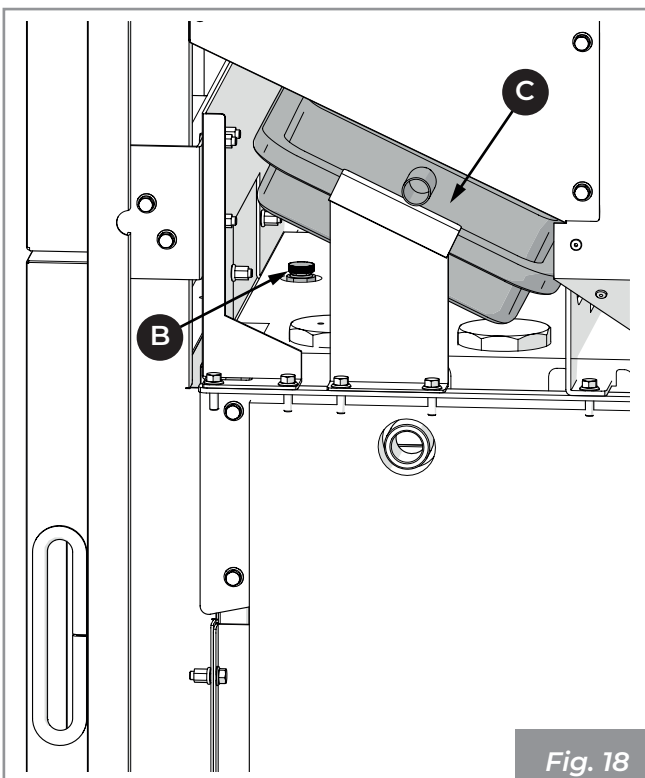

Fig. 18
- 1) Brancher une conduite d'eau provenant de l'aqueduc au raccord d'alimentation (**K**), ouvrir la vanne d'évent (**B**) (**Fig. 18**), ouvrir le robinet d'alimentation (**O**), en laissant couler l'eau jusqu'à ce que l'appareil soit complètement rempli. Fermer le reniflard et attendre l'obtention de la pression minimum de service (**1 bar**), qui peut être contrôlée à l'aide du manomètre dont la chaudière est munie.
Ouvrir alors la vanne d'évent (**B**) (**Fig. 18**), ouvrir le robinet de bypass présent sur la vanne anti-condensat (**N**), en laissant couler l'eau de l'installation jusqu'au remplissage de la chaudière. Fermer le reniflard et attendre l'obtention de la pression minimum de service (**1 bar**), qui peut être contrôlée à l'aide du manomètre dont la chaudière est munie.